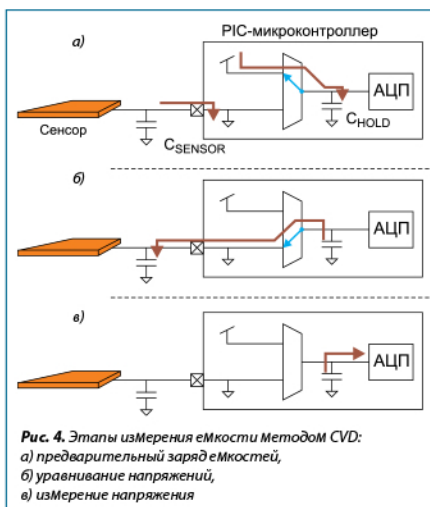

Рис. 4. Этапы измерения емкости методом CVD:
1. Предварительный заряд (рис. 4а). Обе емкости заряжаются до фиксированных разнополярных значений напряжений (C_{HOLD} до V_{DD} , C_{SENSOR} до V_{SS} — вывод МК настроен как выход с уровнем «лог. 0»).
2. Выравнивание зарядов (рис. 4б). АЦП подключается к входу с сенсором, то есть емкость ВВХ подключается параллельно с емкостью сенсора. Вывод микроконтроллера с сенсором настраивается как вход.
3. Измерение результирующего напряжения (рис. 4в).